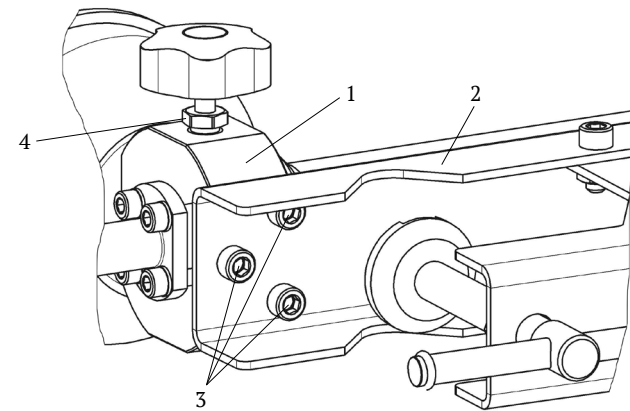

Рис. 2. Вид снизу
6.2 Присоедините трубочину 2 (Рис. 2) к корпусу 1 тремя винтами 3.
7.13 Для компактной переноски пресса выверните ручки *штурвала 6*. Отсоедините *струбцину 2* (Рис. 2) от корпуса *пресса 1*, вывернув *винты 3*.